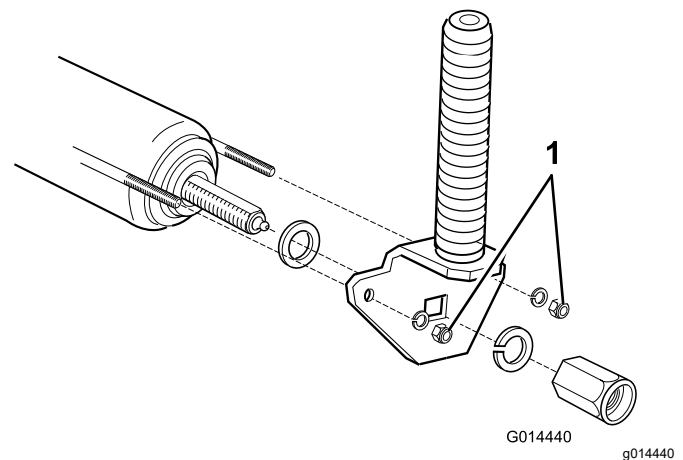

Bild 80
2. Ziehen Sie die Muttern um vier ganze Umdrehungen an, um den Draht richtig zu spannen (Bild 80).